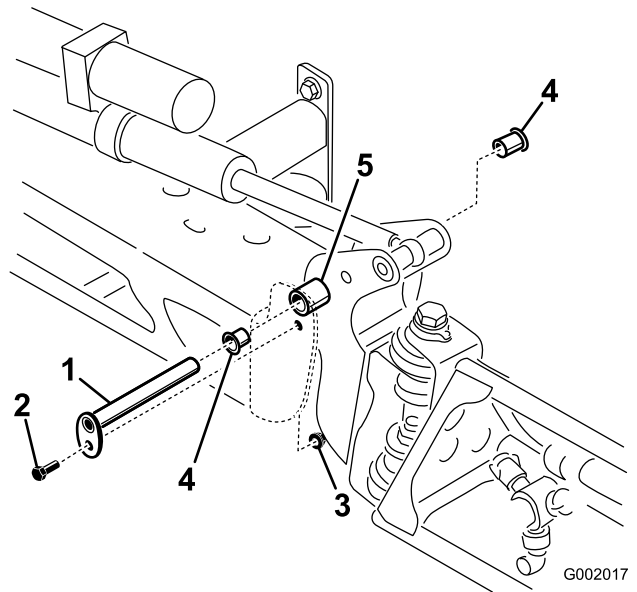

Figura 75
3. Con el peso del brazo apoyado, retire el perno y la tuerca que fijan el pasador de giro al conjunto del brazo (Figura 75). Retire el pasador de pivote.
5. Retire los casquillos de nylon desde delante y desde detrás del soporte del pivote e inspecciónelos (Figura 75). Sustituya cualquier casquillo dañado.
7. Instale el conjunto de brazo y soporte del pivote en el bastidor central, alineando los orificios (Figura 75).